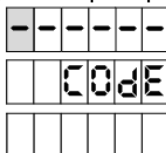

Рисунок 18
8.1 Вход в режим настройки осуществляется при последовательном нажатии кнопок **C** и **→** с паузой между нажатиями не более 3 секунд. ТРК должна находиться в свободном состоянии (все операции связанные с отпуском топлива должны быть завершены). При этом на табло появится приглашение ввести пароль администратора устройства (рисунок 18).